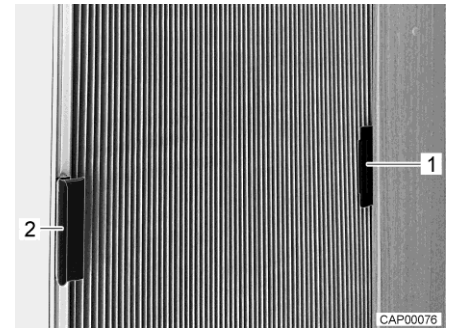

Fig. 8 Tendina oscurante pieghevole per il finestrino laterale (chiusa)
- Spingere la tendina oscurante pieghevole dalla maniglia (Fig. 8,1) dentro il sopralzo (Fig. 8,2). La tendina oscurante pieghevole è così fissata in modo che non possa chiudersi inavvertitamente durante la marcia.